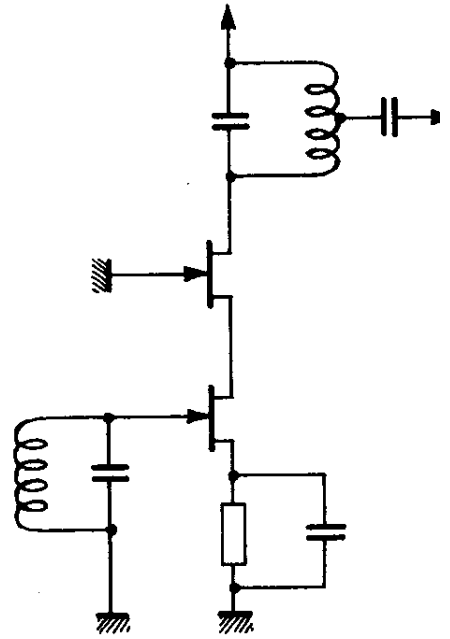

Fig. 14
- Un montage à grille commune associé avec un montage à source commune s'emploie fréquemment en étage préamplificateur hautes fréquences sous le nom de montage cascode (figure 14).